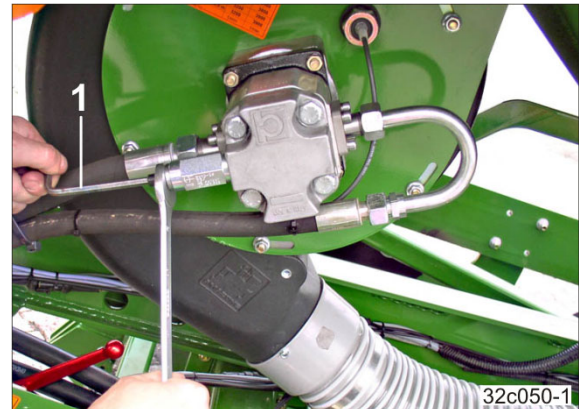

Bild 167
1. Lossa kontramuttern (Bild 167).
2. Vrid in skruven med insexnyckeln (Bild 167/1) helt (åt höger).
2. Ställ in börvarvtalet för fläkten med insexnyckel (Bild 167/1) på tryckbegränsningsventilen. Överskrid inte det maximala fläktvarvtalet på 4000 1/min.